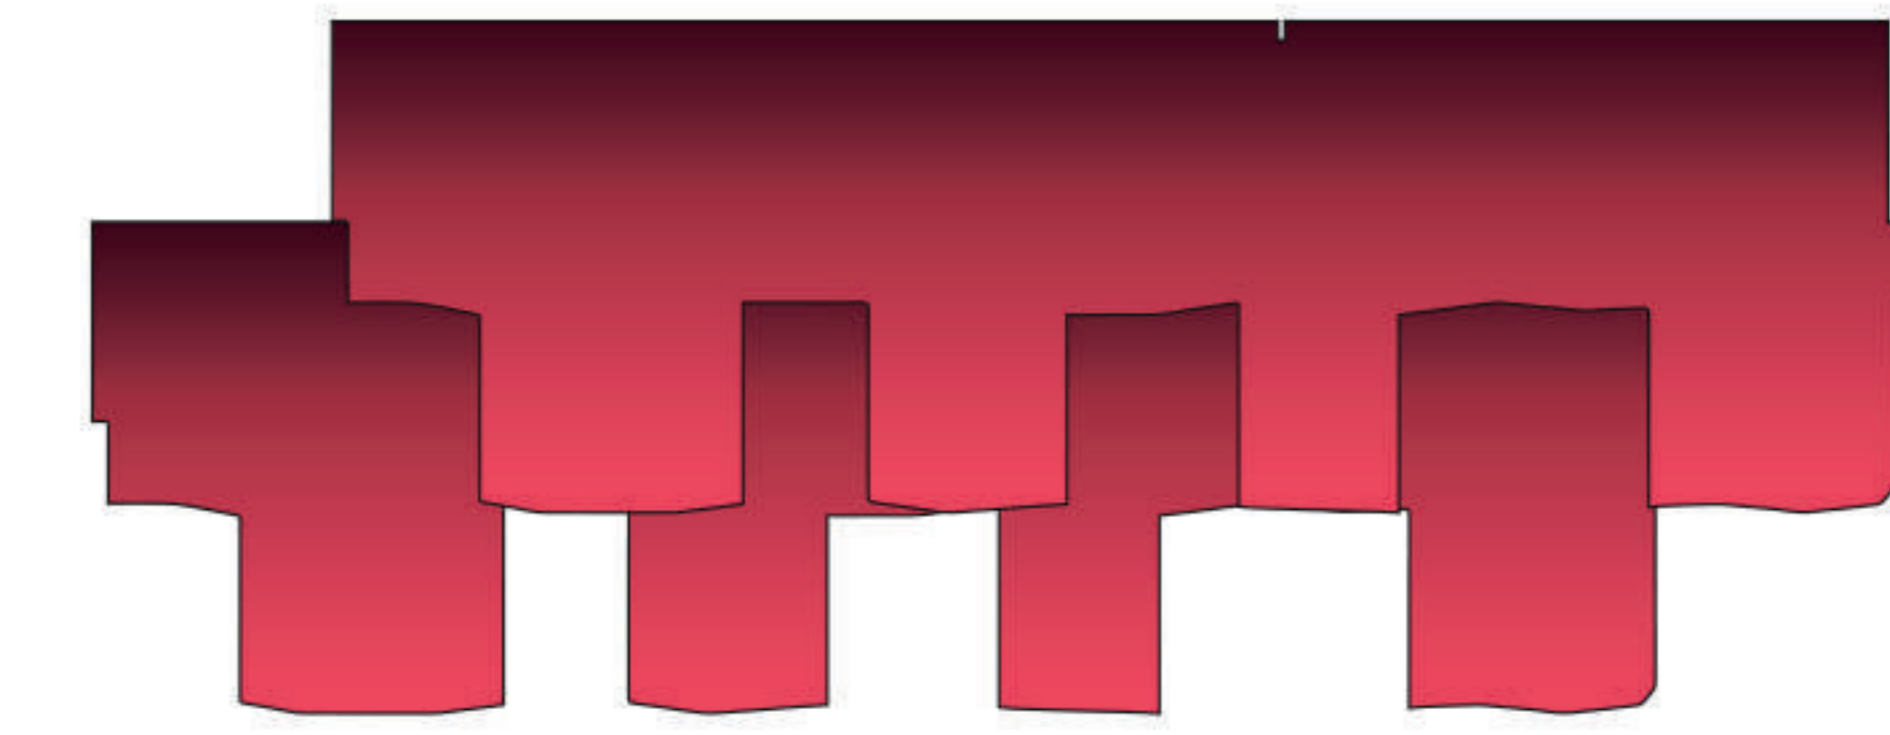

рис. 11
**СХЕМЫ НАХЛЕСТОВ (СМЕЩЕНИЯ) ПОСЛЕДУЮЩИХ РЯДОВ КОЛЛЕКЦИЙ ГИБКОЙ ЧЕРЕПИЦЫ RUFLEX (рис. 11)**